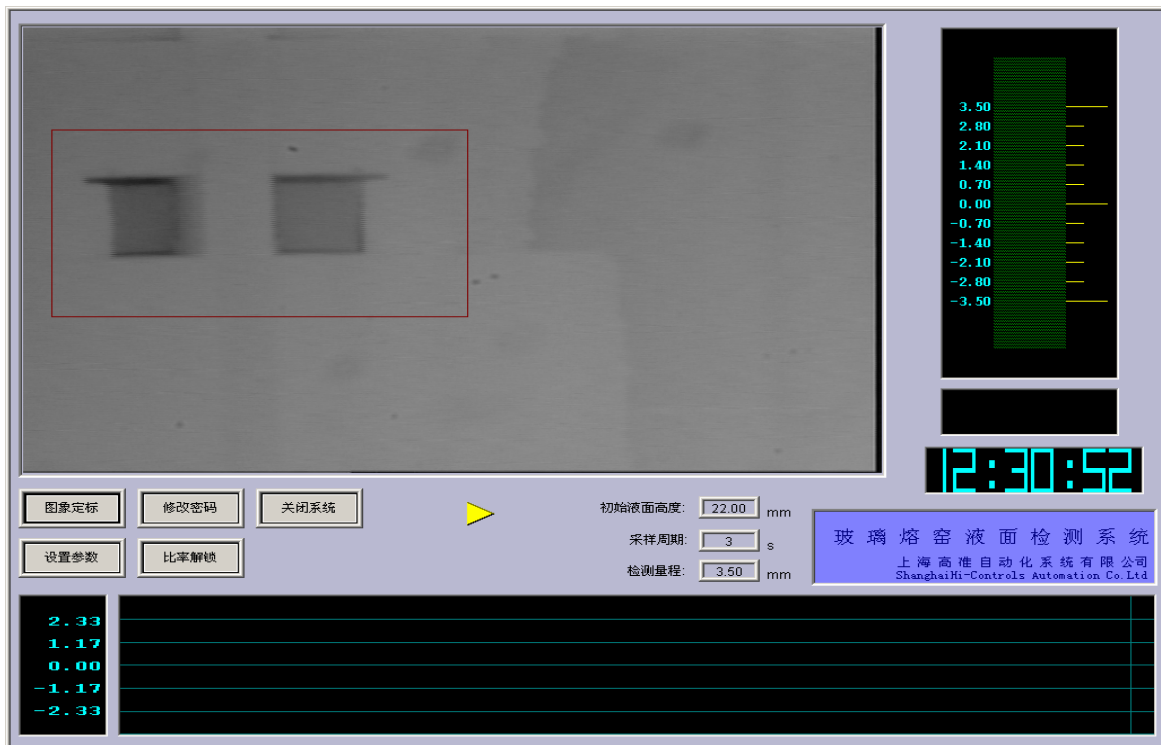

图 8
2. 点击“图像定标”按钮，在输入密码后光标变为小十字，移动鼠标使十字位于图像窗口点击鼠标左键拖动鼠标，以方框将孔及其虚像完整的框住，确定即可。如图 8：